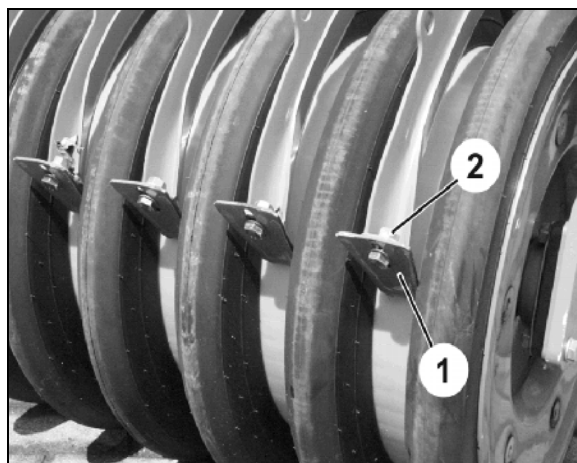

Bild 35
Avskraparen (Bild 35/1) är fabriksinställd. För att anpassa inställningen till arbetsförhållandena:
1. lossa skruvförbandet (Bild 35/2).